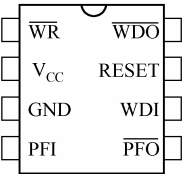

图 6.40 IMP813 引脚图
(1) IMP813 引脚。IMP813 引脚图如图 6.40 所示。